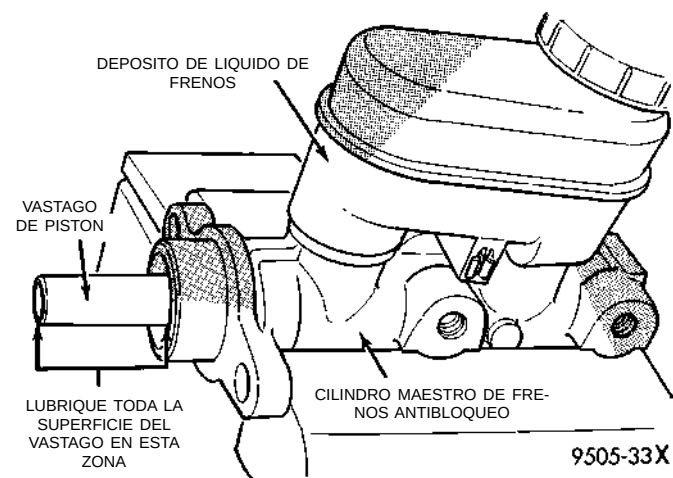

Fig. 109 Lubricación del vástago de pistón del cilindro maestro
(1) Lubrique el vástago de pistón del cilindro maestro tal como se indica en (Fig. 109). Utilice únicamente **Grasa dieléctrica Mopar**—y no sustitutos. Para obtener el lubricante requerido, consulte el Catálogo de productos químicos Mopar.